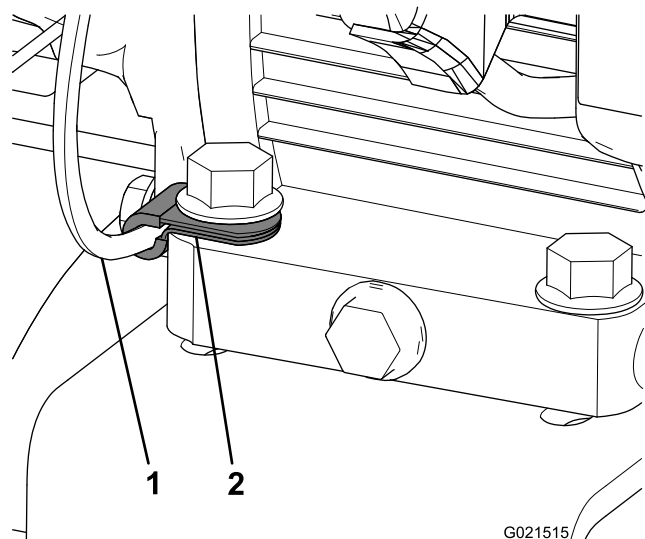

Figura 5
21. Conecte el clip nuevo al cable del acelerador y sujételo al soporte de montaje del motor nuevo con el perno restante (Figura 5).